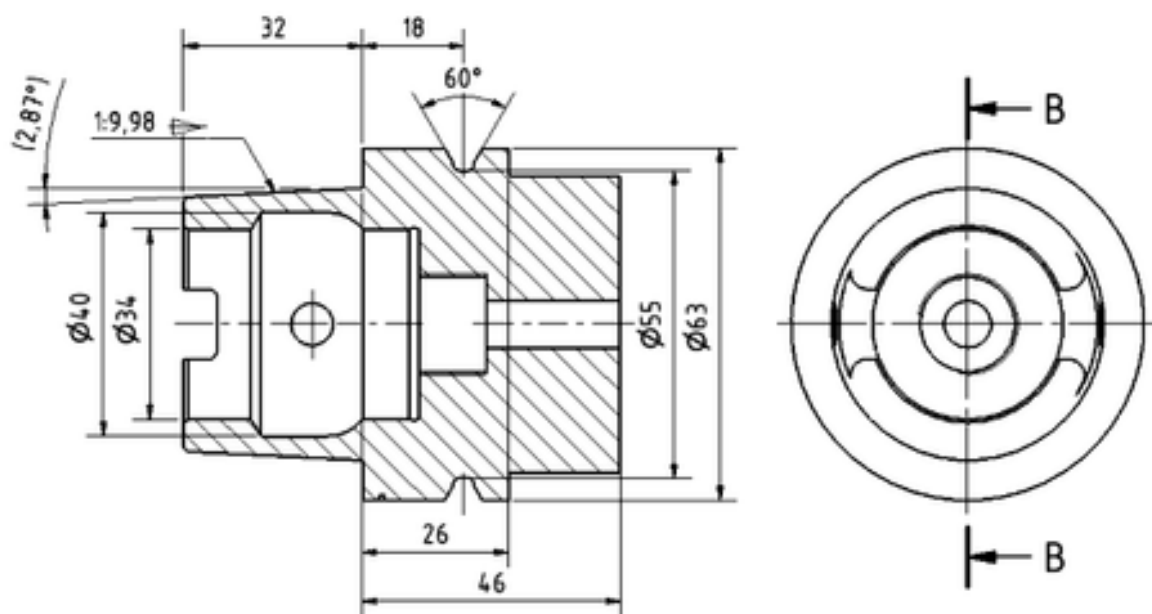

Рис. 1.11 Чертеж детали
– чертеж детали или репера, представляет и определяет деталь или соответствующий репер (рисунок 1.11);